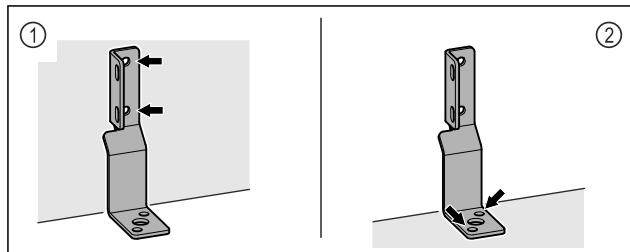

Fig. 8
- Pričvrstite kutnike na zid Fig. 8 (1) ili pod Fig. 8 (2).